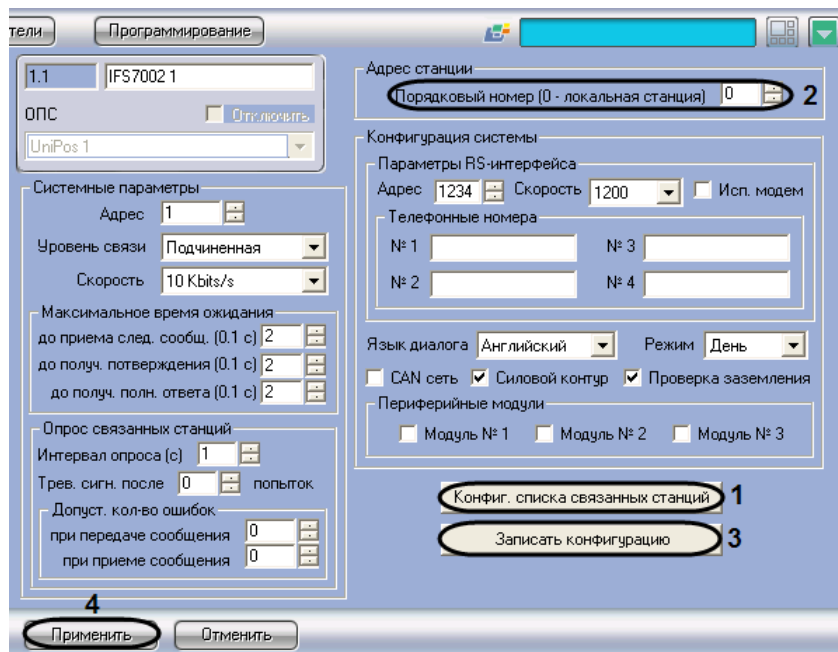

Рис. 3.3-5 Конфигурирование списка связанных станций
1. Перейти на панель настройки объекта **IFS7002** (Рис. 3.3-5).
2. Нажать кнопку **Конфиг. списка связанных станций** (см. Рис. 3.3-5, 1).
требуемое значение. В случае, если станция используется для соединения *ОПС Unipos* с Сервером *Интеллект*, следует ввести значение **0** (см. Рис. 3.3-5, 2).
11. Для применения настроек на станции нажать кнопку **Записать конфигурацию** (см. Рис. 3.3-5, 3)
12. Для сохранения настроек во внутренней базе данных ПК *ACFA Intellect* нажать кнопку **Применить** (см. Рис. 3.3-5, 4).